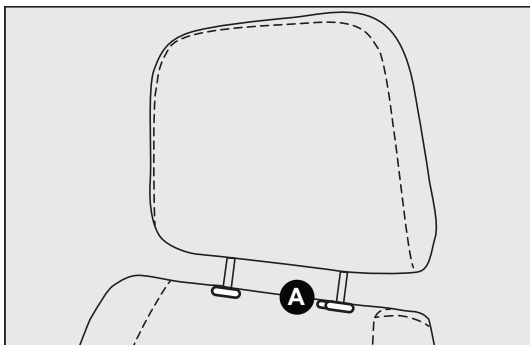

Fig. 11
- Omhoog zetten: Om de hoofdsteun omhoog te zetten op knop A fig. 11 drukken. Trek de hoofdsteun omhoog totdat deze hoorbaar vergrendelt.
- Omlaag zetten: druk op de knop A fig. 11 en duw de hoofdsteun omlaag.